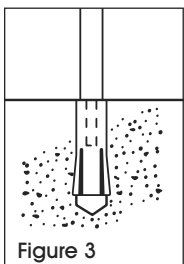

Figure 3
3. Procédez à l'expansion de l'ancrage à l'aide de l'outil de pose (non inclus). La pleine expansion de l'ancrage s'effectue lorsque l'épaulement de l'outil de pose se trouve à ras de la tête de l'ancrage. (Voir Figure 3)